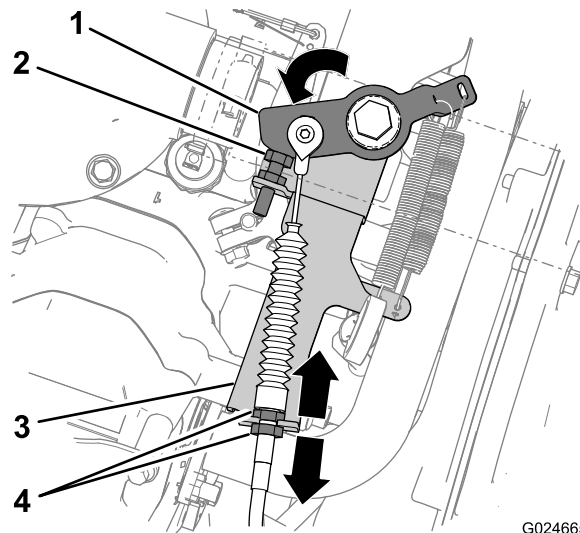

Figure 42
- Desserrez l'écrou de blocage intérieur du câble d'accélérateur et serrez l'écrou de blocage extérieur pour réduire l'écartement (Figure 42).
- Desserrez l'écrou de blocage extérieur du câble d'accélérateur et serrez l'écrou de blocage intérieur pour augmenter l'écartement (Figure 42).
4. Vérifiez que les écrous de blocage du câble d'accélérateur sont bien serrés (Figure 42).